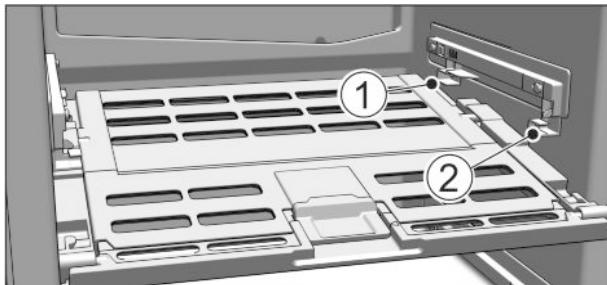

Fig. 10
- ▶ Установка крышки отделения с функцией для хранения овощей и фруктов Fruit & Vegetable-Safe: Вставить попеченные ребра крышки через низ в задний держатель Fig. 10 (1) и защелкнуть спереди на держателе Fig. 10 (2).